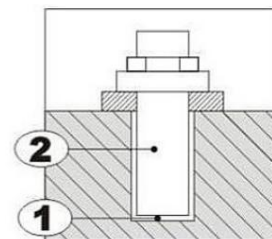

Fig. 9: Instalación en el suelo
Paso 3: La sierra circular para metal con anclajes al suelo en el Fije la superficie [Fig. 9].